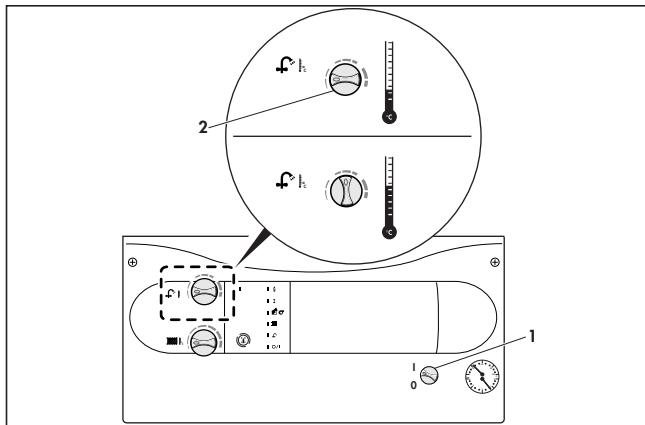

Рис. 5: Режим приготовления горячей воды
⚠ При жесткости воды больше 3,5 мг.экв/л (1,79 моль/м³) поворотную ручку (2) рекомендуется устанавливать максимум в среднее положение (рис. 5).